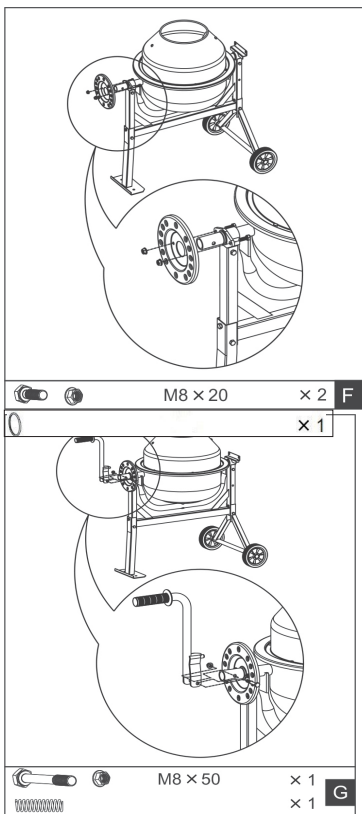

Bild 11
8. För in fjädern i den öppna änden på svängspaken. En person TRYCKER den svängbara spaken med fjäder på axeln tills Anslutningshålen är synliga, trycker en annan person in motsvarande skruv genom den svängbara spaken och axeln. Skruva fast skruven (G), bild 11.